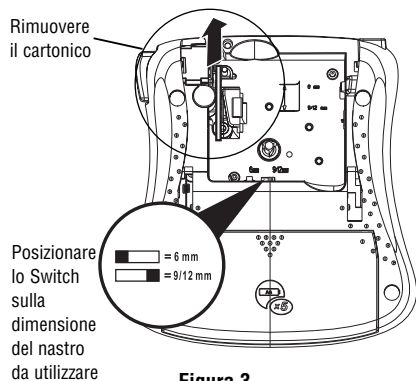

Figura 3
La prima volta che si utilizza l'etichettatrice, rimuovere l'inserto di cartone di protezione tra la testina e il rullo di presa. Vedere Figura 3.
- Impostare il commutatore di cassette per la dimensione della cassetta nastro che state inserendo. Vedere Figura 3